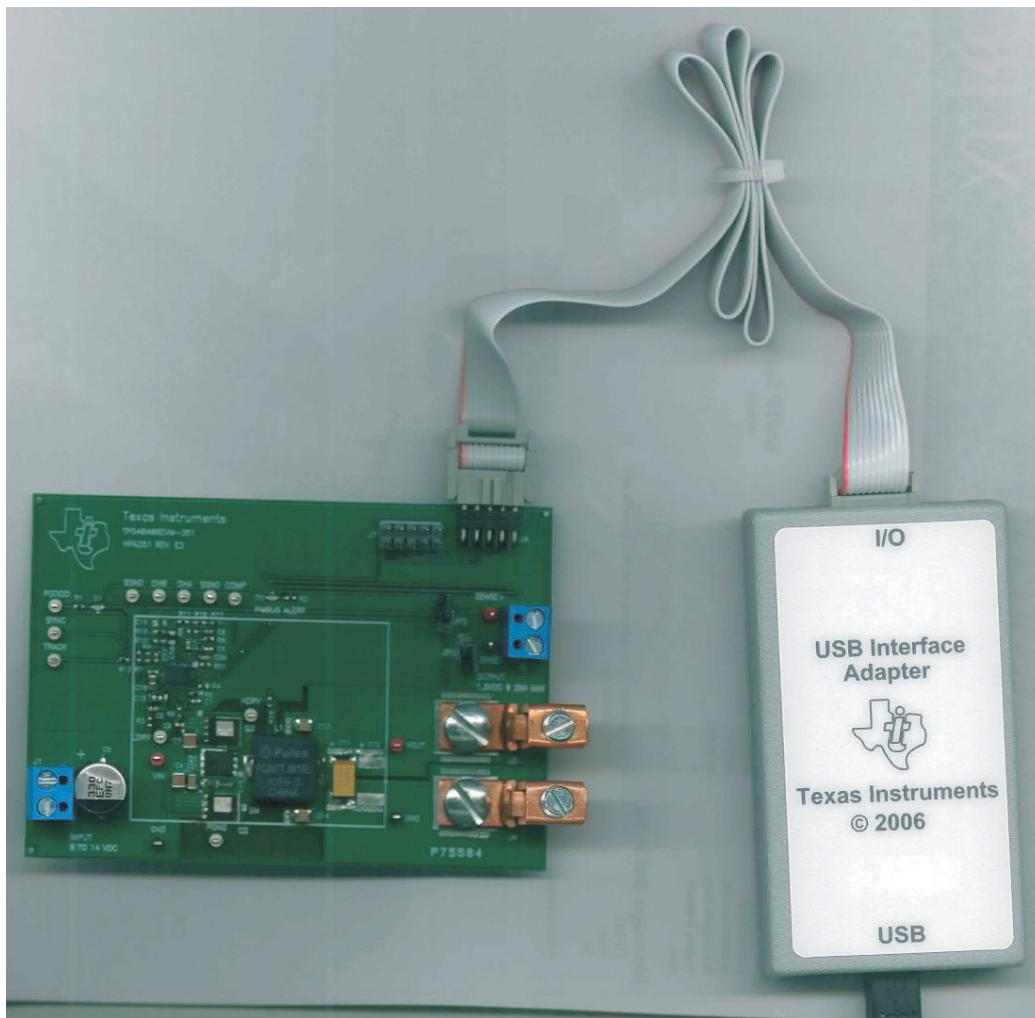

图 5-3. TPS40400EVM-351 USB 转 GPIO 接口适配器
Fusion Digital Power Designer 是用于配置和监视此评估模块 (EVM) 上的德州仪器 (TI) TPS40400 电源控制器的图形用户界面 (GUI)。此应用使用 PMBus 协议，通过 TI USB 适配器经由串行总线与控制器进行通信（请参阅图 5-3）。